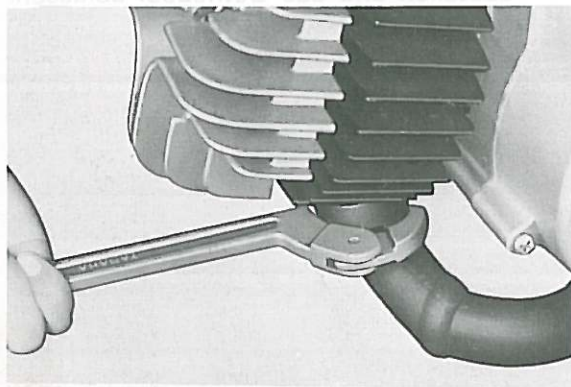

Fig. 3-1-1
5. Remove exhaust pipe ring nut. (Fig. 3-1-1)
5. Enlever l'écrou annulaire du tuyau d'échappement. (Fig. 3-1-1)
5. Auspuffrohr-Ringmutter abnehmen. (Fig. 3-1-1)